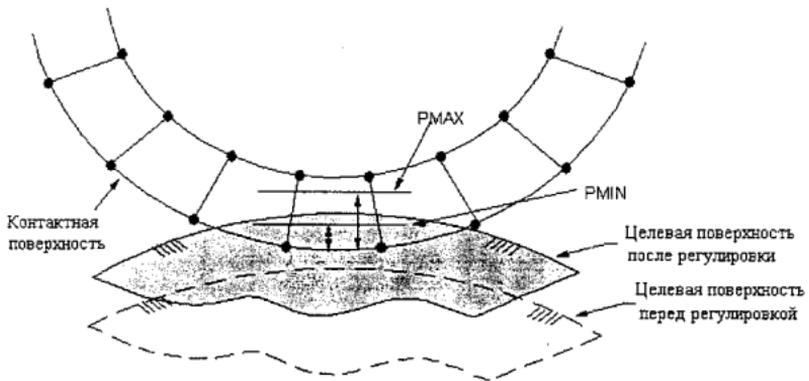

Рис. 16. Регулировка начального контакта с помощью (PMIN, PMAX)
- Используйте реальные постоянные PMIN и PMAX для задания начального допустимого уровня проникновения. Когда задается или PMIN или PMAX, ANSYS приводит целевую поверхность в состояние начального контакта в начало анализа (смотрите рисунок 16). Если начальное проникновение больше, чем PMAX, ANSYS устанавливает целевую поверхность с уменьшенным проникновением. Если начальное проникновение меньше, чем PMIN (и в пределах "pinball region"), ANSYS регулирует целевую поверхность, чтобы гарантировать начальный контакт. Начальное установление контактного состояния выполняется только в переходных формах.